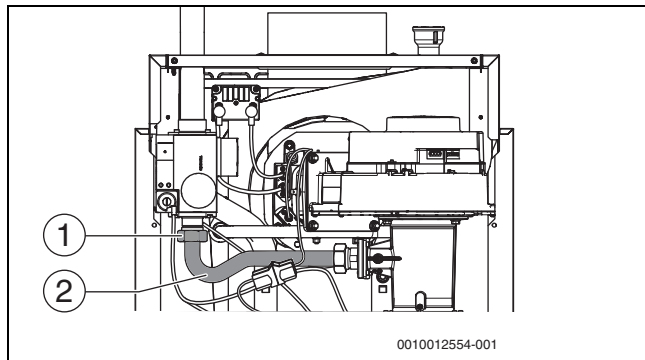

Bild 39 Überwurfmutter mit Gasrohr
- Überwurfmutter (→ Bild 39, [1]) des Gasrohres (→ Bild 39, [2]) lösen.